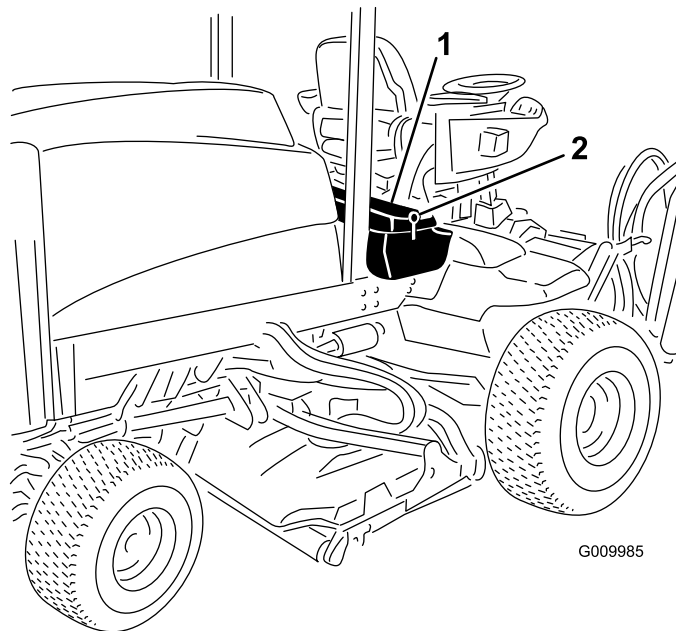

Figure 74
1. Déverrouillez et soulevez le panneau de la console (Figure 74).